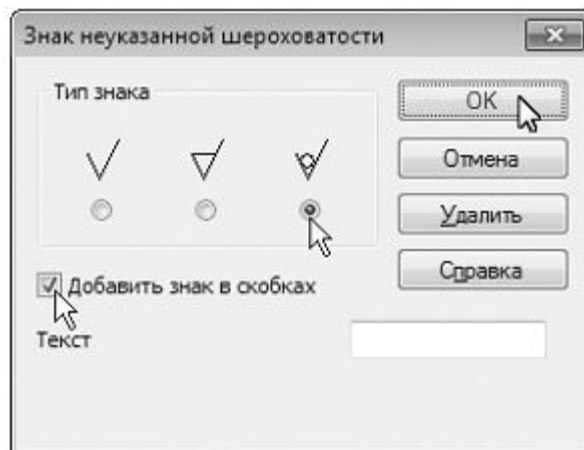

Рисунок 74.
9. Вызовите команду Вставка — Неуказанная шероховатость — Ввод (рис. 74).